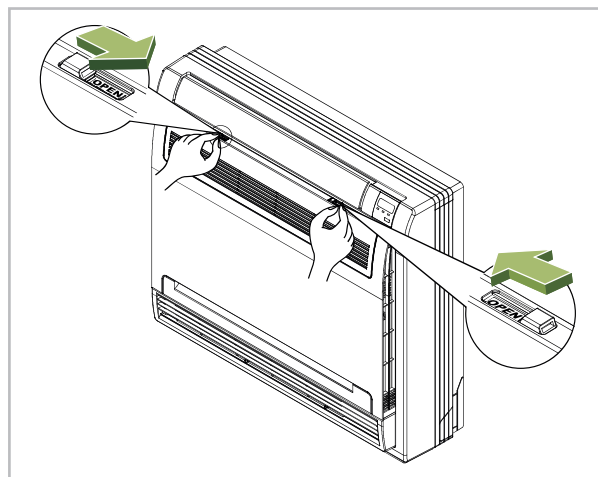

Abb. 8: Vorderwand öffnen
1. ➤ Gerät spannungslos schalten und Vorderwand öffnen (s. Abb. 8)